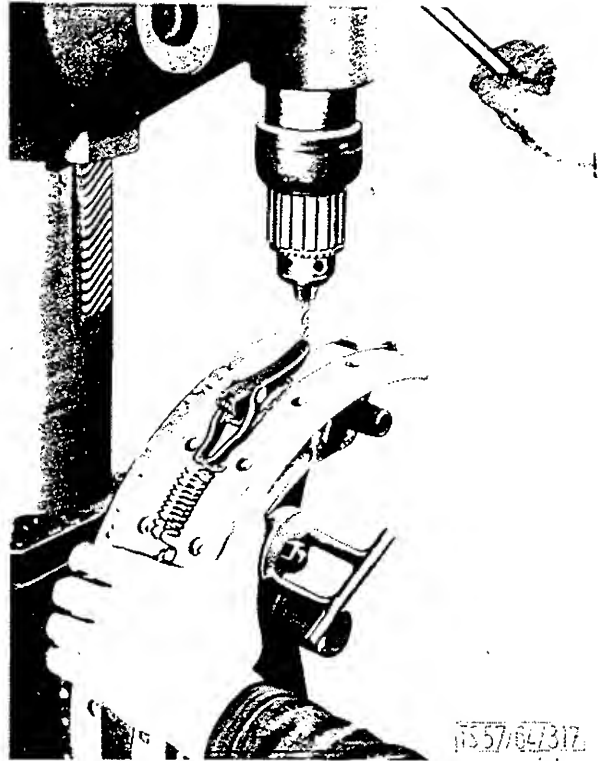

BILD 25: Nachbohren der Bremsbeläge
- a) Der Bremsbelag muß in seiner ganzen Länge auf der Bremsbacke aufliegen und darf seitlich nicht überstehen. Stimmen die Nietlöcher nicht vollkommen überein, so sind die betreffenden Löcher nachzubohren, (Bild 25), nachzusensen und sorgfältig zu entgraten.